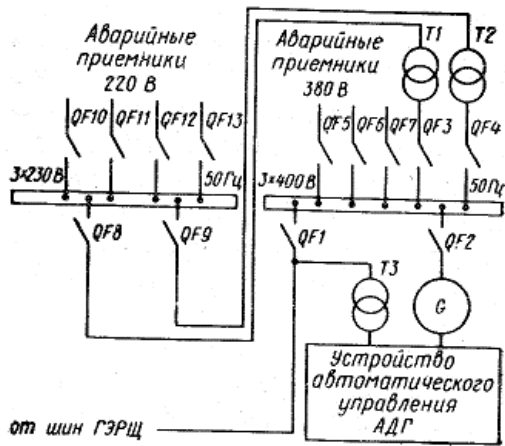

Рис. 2
2. Состав (рис. 2) и размещение аварийных электростанций на судне. Требования Регистра РФ к источникам электроэнергии аварийных электростанций. Потребители электроэнергии от аварийной электростанции.